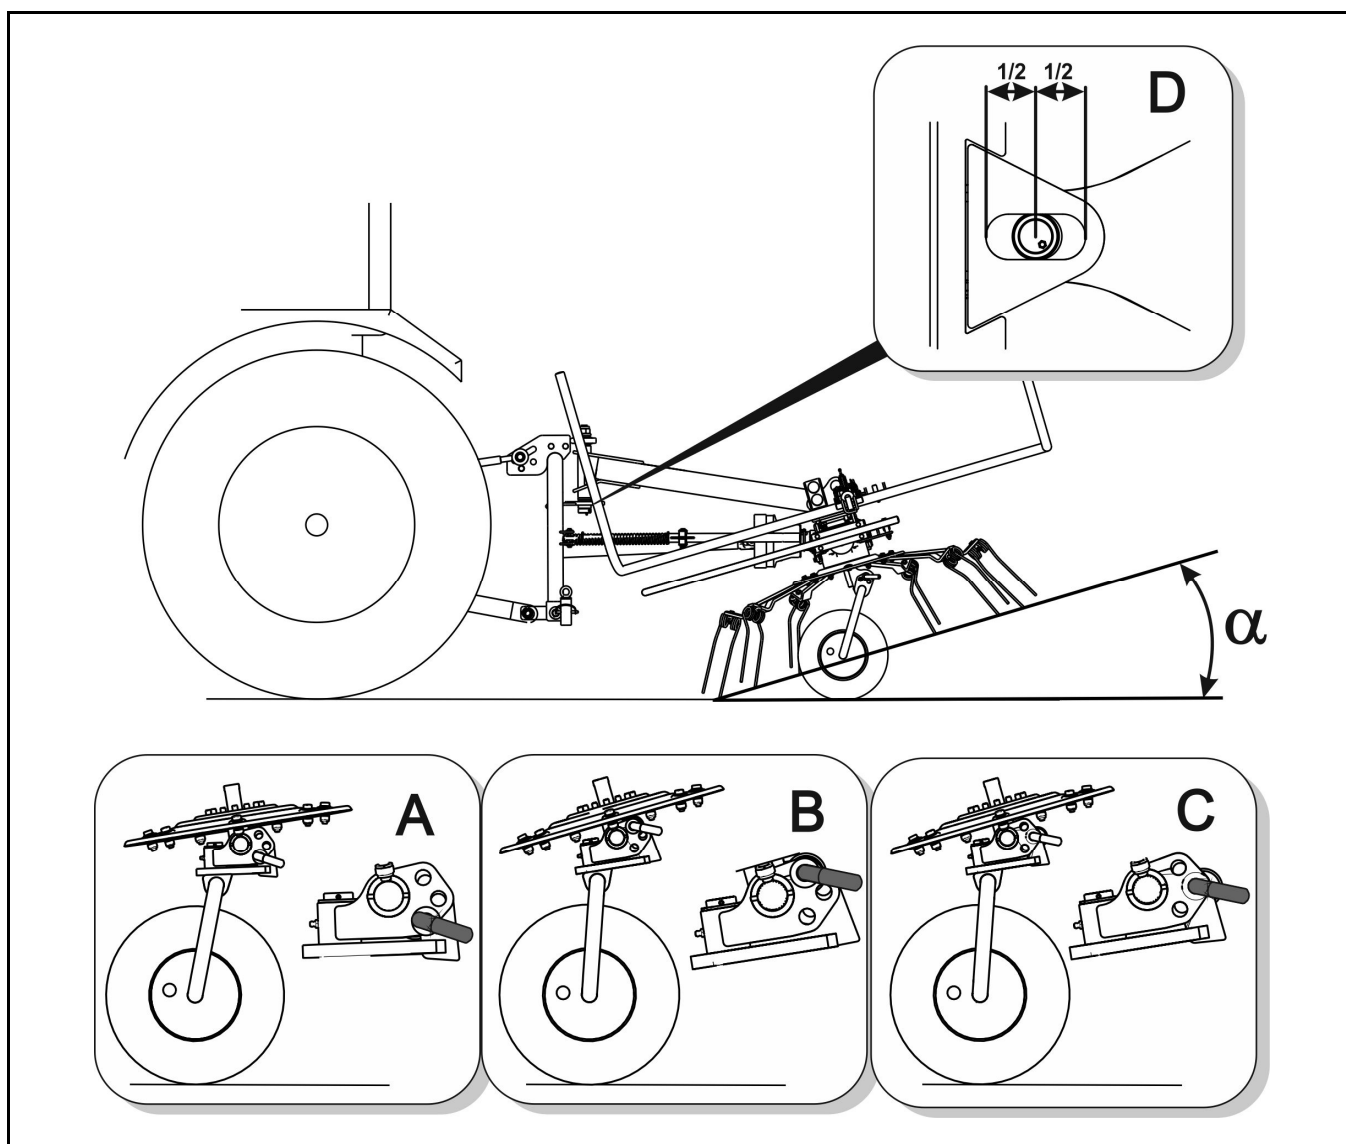

РИСУНОК 4.5А Работа борошиллкой-вспушивателем – угол наклона карусели (угол разброса)
- установить высоту нижней вилки тяги трехточечной системы навески (ТУЗ) трактора и отрегулировать длину верхней сцепки таким образом, чтобы карусели наклонились вперед, пружинные зубья слегка касались почвы, а втулка шарнира оказалась посередине продолговатого отверстия D (РИСУНОК 4.5А),
По окончании регулировки задней трехточечной навески (ТУЗ) трактора нужно отрегулировать угол разброса скошенной массы (РИСУНОК 4.5А). Для этого необходимо: